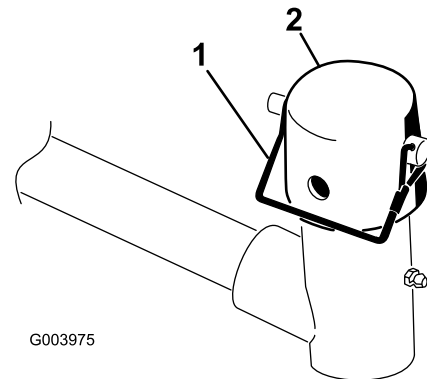

Bild 6
5. Entfernen Sie an jedem Hubarm der Mähwerke den Einraststift, mit dem die Kappe am Schwenkbügel befestigt ist, und nehmen Sie die Kappe ab (**Bild 6**).